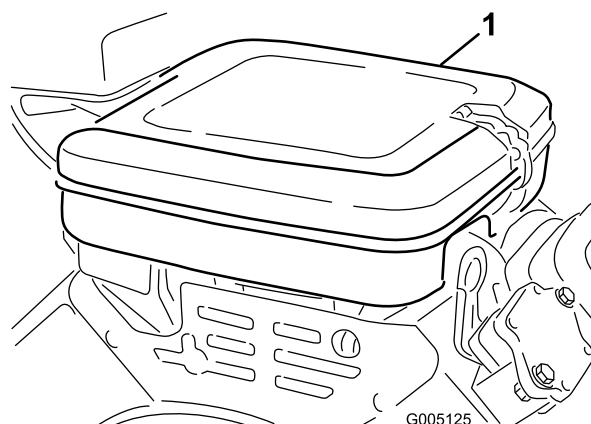

図 41
1. ロック用クリップを取り、エアクリーナカバー（図 41）を外す。カバーを丁寧に清掃する。